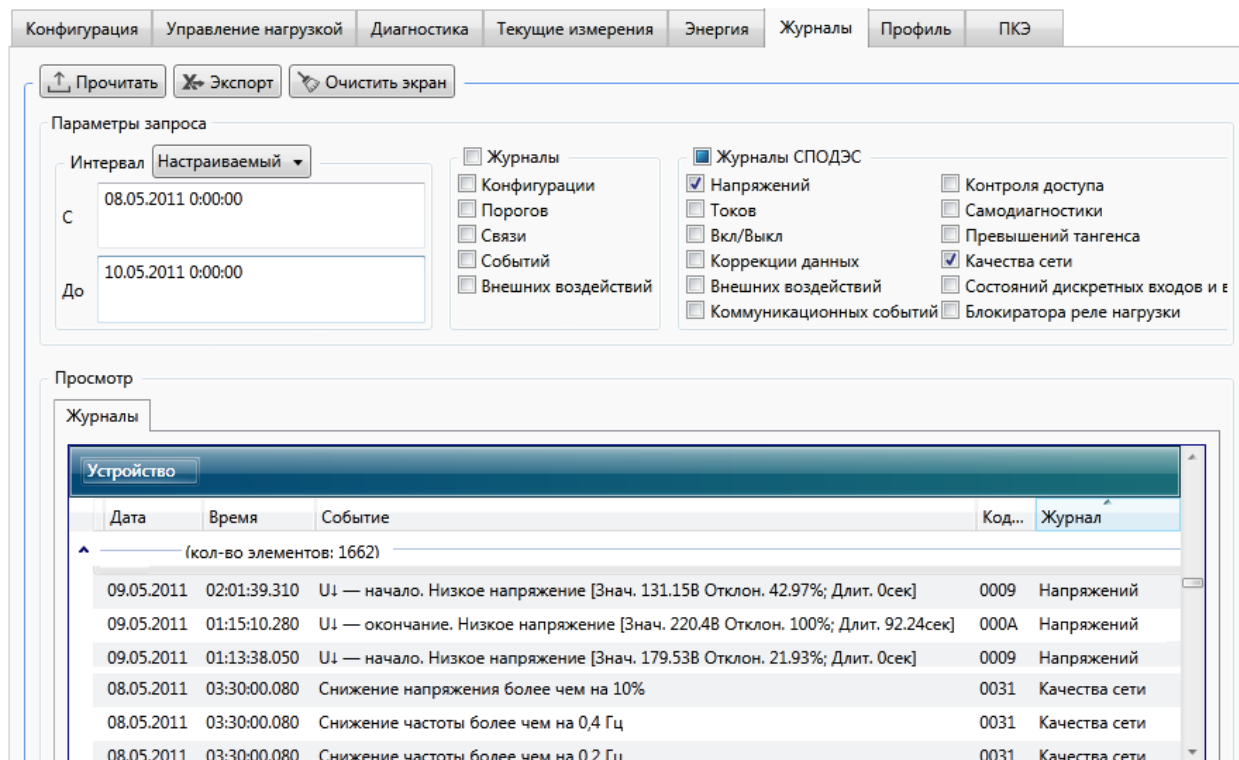

Рисунок 9.51 – Просмотр журналов напряжений и параметров качества сети
9.6.6.8 Для просмотра журналов напряжений и параметров качества сети необходимо перейти на вкладку *Журналы* области параметров программы КОНФИГУРАТОР (рисунок 9.51).